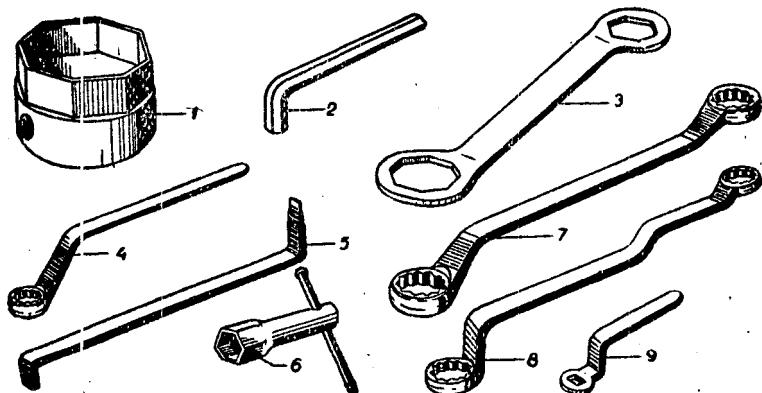

Рис. 4. Специальные ключи, имеющиеся в наборе шоферского инструмента.
Завод прилагает к автомобилю комплект инструмента, в который кроме обычного инструмента общего пользования входят специальные ключи (рис. 4), рычажно-плунжерный шприц (солидолонагнетатель), гидравлический пятитонный домкрат, приспособление для накачки шин и приспособление для переливания бензина.
1. Проверить специальным ключом (рис. 4), придаваемым к каждой машине, и, если нужно, подтянуть стремянки передних и задних рессор и платформы. Подтяжку гаек стремянок рессор следует делать при нагруженном автомобиле.